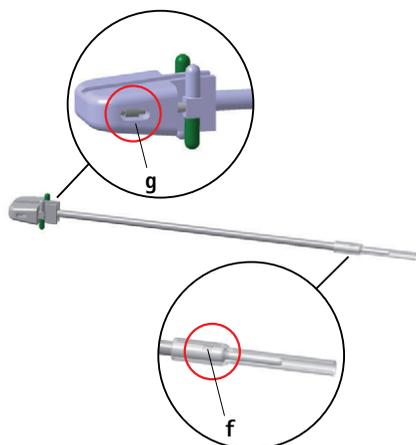

Fig. 4
- ▶ Impostare l'arresto di sicurezza nella posizione centrale g, vedere Fig. 4.